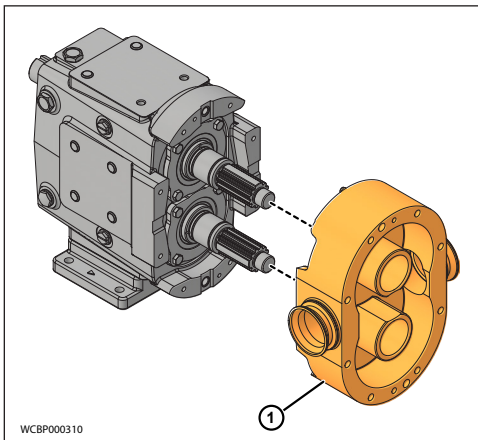

Abbildung 35 - Ausbau des Pumpengehäuses
4. Entfernen Sie das Pumpengehäuse (1), indem Sie es gerade aus den Montagebolzen ziehen (Abbildung 35). Verwenden Sie einen weichen Hammer als Hilfsmittel, wenn das Gehäuse klemmt.